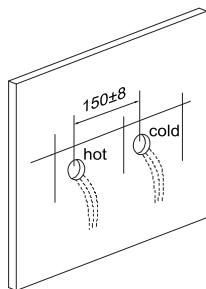

Figura 1
a) Far scorrere l'acqua per 1-2 minuti per pulire il tubo dell'acqua (Figura 1).